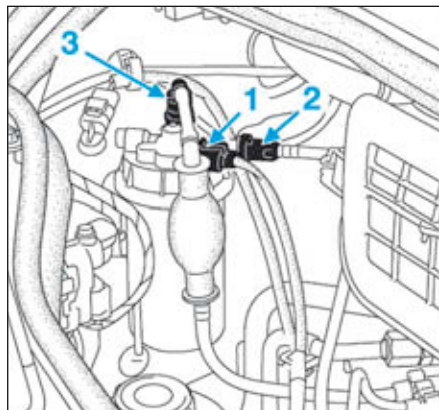

FIG.132
- Débrancher (Fig.132) :
- le connecteur électrique (1) sur le filtre à carburant.
- le tuyau d'alimentation (2) de la pompe haute pression sur le filtre à carburant.
- le tuyau d'arrivée de carburant (3) sur le filtre à carburant.